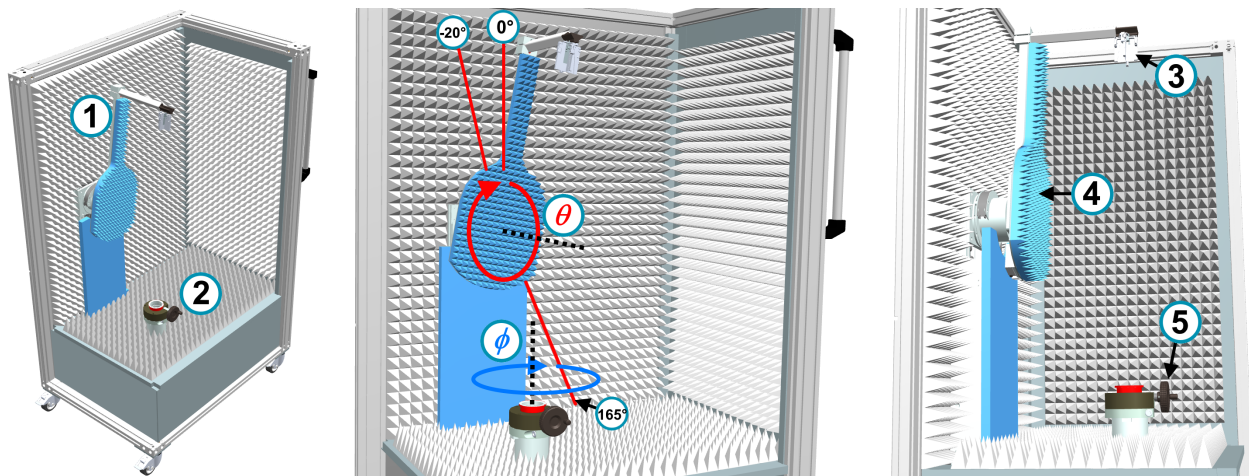

Figure 4-10 : Vue intérieure de la chambre (porte, paroi droite et plafonnier non illustrés)
Le positionneur 3D dans la chambre se compose d'un bras d'élévation d'antenne (noté 1 in Figure 4-10) et d'un plateau rotatif (2). Ces deux axes définissent 2 degrés de liberté pour le positionneur inclinable 3D. Le 3ème degré de liberté est l'altitude à laquelle vous placez votre dispositif sous test sur le plateau rotatif dont la hauteur est ajustable manuellement.